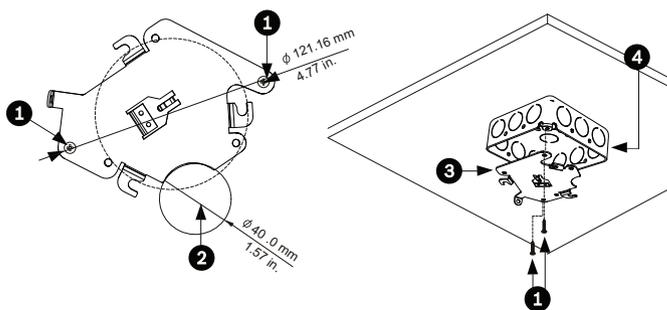

Figure 4.3 Installation de la plaque de montage
3. Fixez la platine de fixation à la boîte de jonction avec le matériel fourni par l'utilisateur (voir Figure 4.3).
1. Faites passer les câbles sur le côté de la platine de fixation avec la découpe en croissant (réf. n°2 *Figure 4.3*).